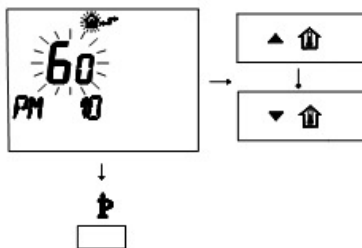

Figura 5.56
- Para modificar el punto de consigna programado use los botones **▲** **🏠** o **▼** **🏠** y espere a que el número programado comience a parpadear (Figura 5.56).